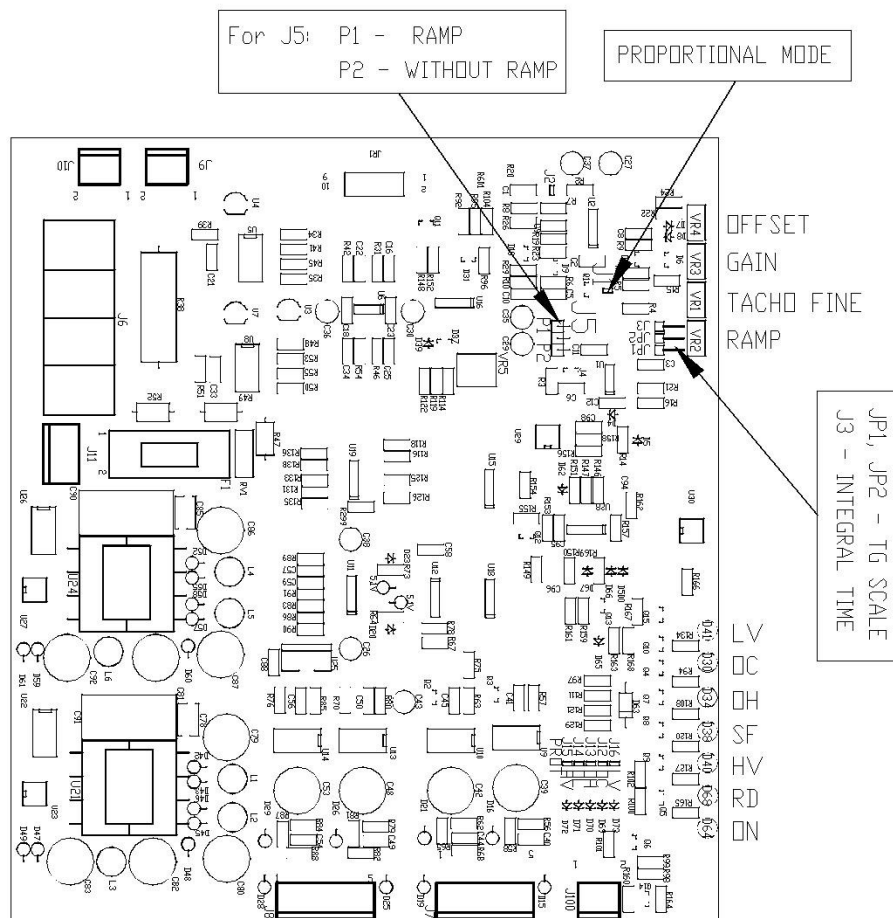

Рис. 5
**ЗАМЕЧАНИЕ:** возможно выше описанную проверку произвести при включенном скоростном регуляторе в пропорциональном режиме (PROPORTIONAL MODE гл. рис. 5). В рабочем режиме соответствующая перемычка должна быть выключена.
При включенном сигнале “ON” и подаче задающего напряжения  $V_{CMD} = V_{CMDmax}/2$ , посредством перемычек JP1, JP2 (см. TG SCALE на рис.5) и переменного резистора “TG-FINE” донастройте скорость вращения электродвигателя так чтобы  $n = n_{max}/2$ . Настройку можно произвести и посредством измерения напряжения тахогенератора  $U_{tg}$ . При масштабировании, следует соблюдать следующее соотношение:
9. **RAMP** – управление ускорением (интенсивность разгона и торможения) двигателя. При ступенчатой перемене VCMD есть возможность плавной перемены скорости двигателя. Это позволяет избежать ударов в исполнительных механизмах. Время ускорения и торможения настраивается переменным резистором “RAMP” от 0.5 до 5 сек. Электропривод может работать с или без „RAMP”. Переключение режима осуществляется посредством переключки J5. Для этого снять крышку преобразователя и поставить переключку в соответствующее положение. Производителем электропривод установлен в режим “WITHOUT RAMP” (Рис. 5).